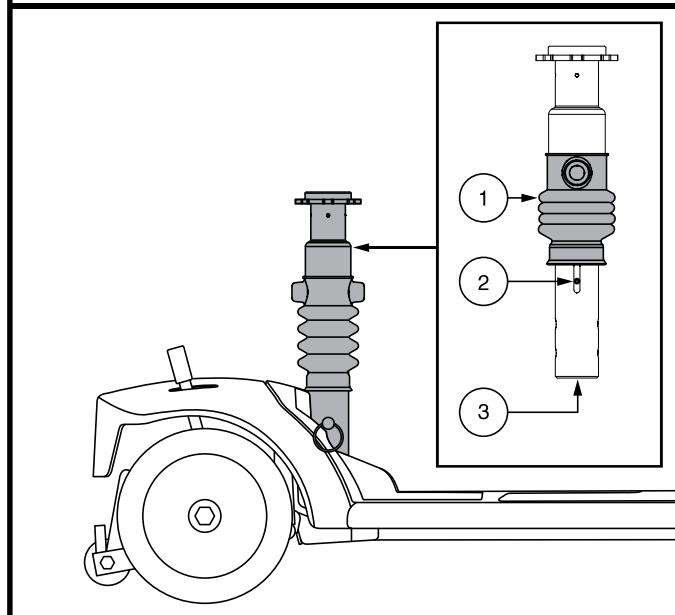

Figura 27. Regolazione della sospensione della sella
Il reggisella agisce da ammortizzatore e può essere regolato per diversi gradi di confort di marcia. Utilizzare le viti di fermo, visibili attraverso la finestrella di regolazione sul lato del montante, come guida per eseguire la regolazione. Far scorrere la protezione di gomma verso la parte superiore del montante per rendere visibili le viti di fermo. **Vedere figura 27.**
3. Inserire una presa da 13 mm con prolunga sul fondo del montante. **Vedere figura 27.**